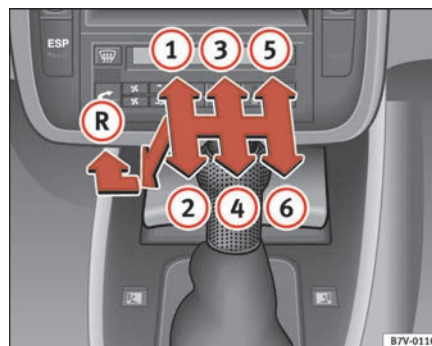

Abb. 127 Schalthebel mit Schaltschema
- Bringen Sie den Schalthebel ⇒ Seite 170, Abb. 127 in die Mittelstellung (kein Gang eingelegt).